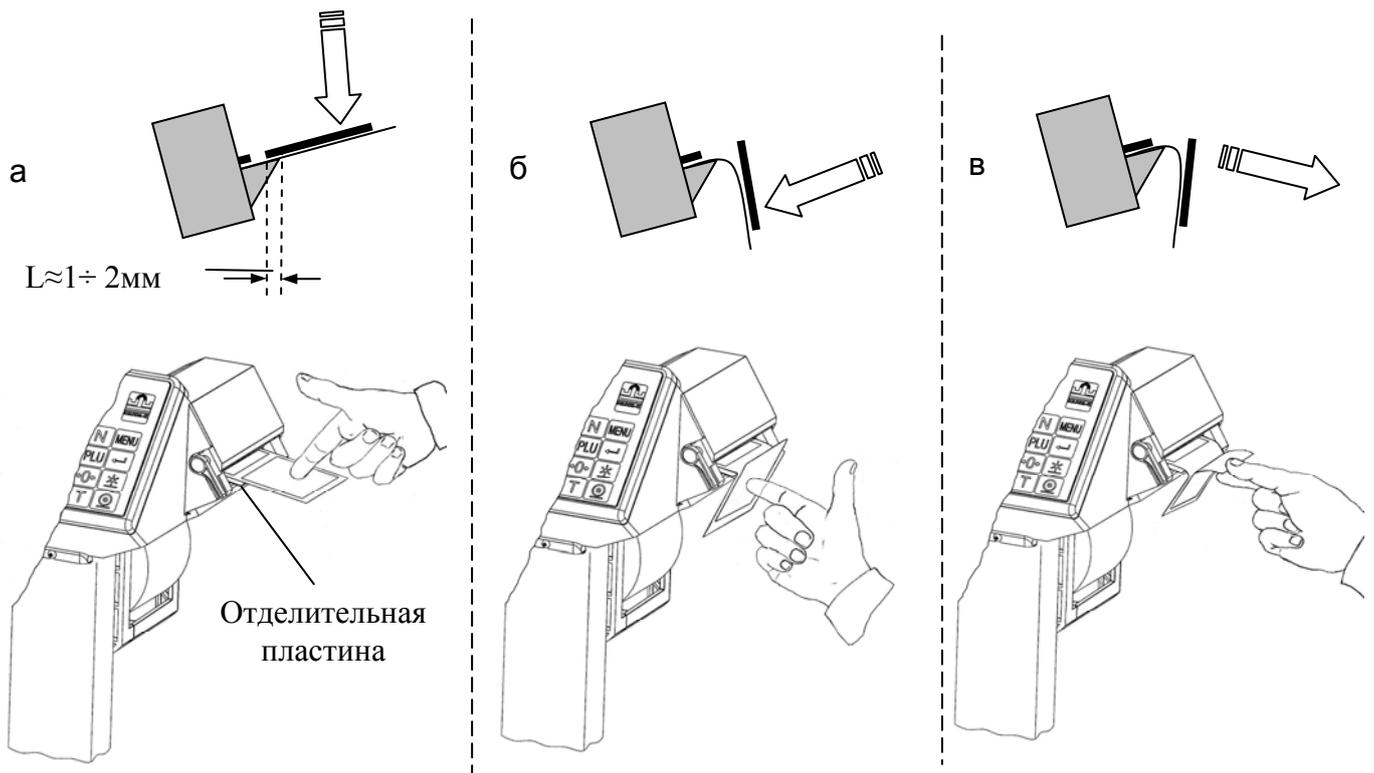

Рисунок 6.2 – Отделение этикетки в весах без подмотки (весы ВПМ\_Ф, ВПМ\_Т)
- после печати край этикетки остановится над отделительной пластиной (рис. 6.2а);
- легким нажатием указательного пальца отклонить этикетку вниз вместе с лентой (рис. 6.2б).
- снять этикетку с ленты, удерживая ее за верхний край большим и указательным пальцами (рис. 6.2в).
3 Если край этикетки не отделяется при нажатии или отделяемый край слишком мал, то необходимо откорректировать место остановки этикетки. Рекомендованное место остановки, когда край этикетки не доходит до конца отделительной пластины на 1÷2 мм (см. рис. 6.2а). Порядок изменения места остановки этикетки описан в разделе 7.1.2.3.
Удобное отделение этикетки обеспечивается, когда расстояние L между концом этикетки и краем отделительной пластины после распечатки составляет 1÷2 мм (см. рис. 6.2а).